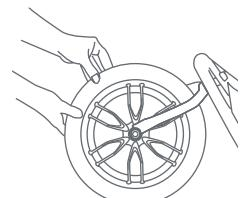

Fig. 2
- Deslice la rueda delantera dentro de las horquillas delanteras (Fig. 2).